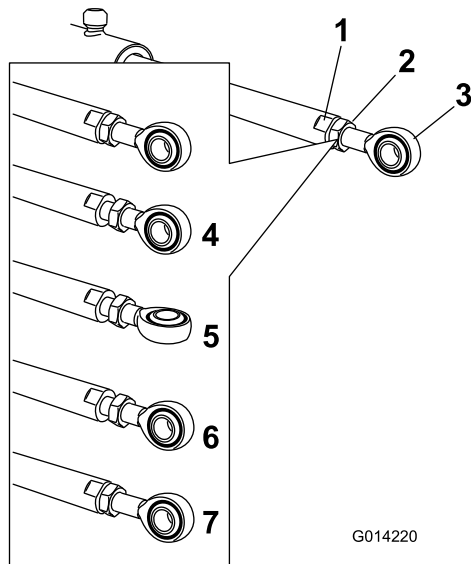

図 35
5. アクチュエータロッドの平たい面にスパナをあてがって回転しないように押さえ、ジャムナットをゆるめて、アイレットロッドを回せるようにする 図 35。
6. アイレットロッドを回転させてアクチュエータを希望の長さに調整する 図 35。